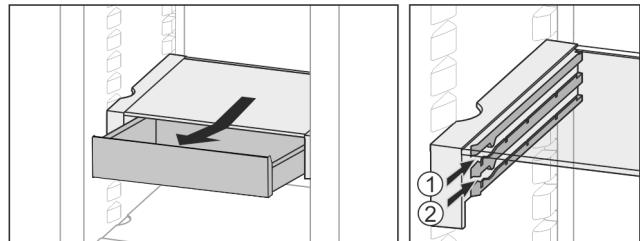

Fig. 60
- ▶ Op een willekeurige hoogte Fig. 60 (1) of Fig. 60 (2) erin schuiven.